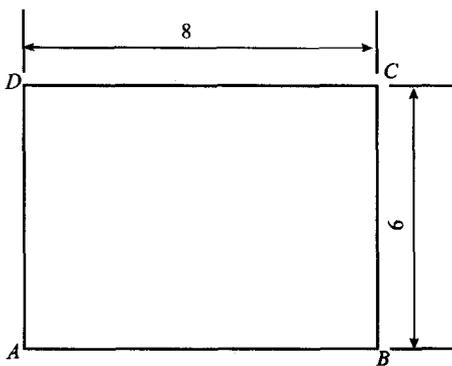

图 1-7 长方形
(2) 用直线 (Line) 命令绘制如图 1-7 (尺寸不标) 所示的长方形。